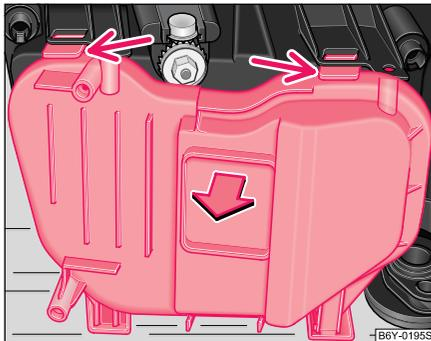

Abb. 153 Schutzabdeckung für Scheinwerfer vorn
- Drücken Sie die Sicherungsfeder nach unten und bauen Sie die Schutzabdeckung ab ⇒ Abb. 153.
- Bauen Sie die Schutzabdeckung von der Rückseite des Scheinwerfers ab ⇒ Seite 219, Abb. 153.
- Trennen Sie die Steckverbindung (B).
- Federdrahtbügel (A) der Lampenhalterung zusammendrücken und abklappen.
- Die Steckverbindung (B) zusammenstecken.